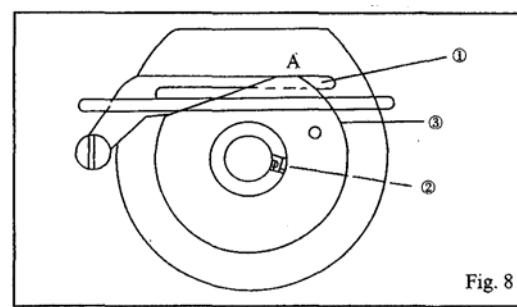

Fig. 8
4. Контроль петлителя нитки цепного стежка, Рис. 8